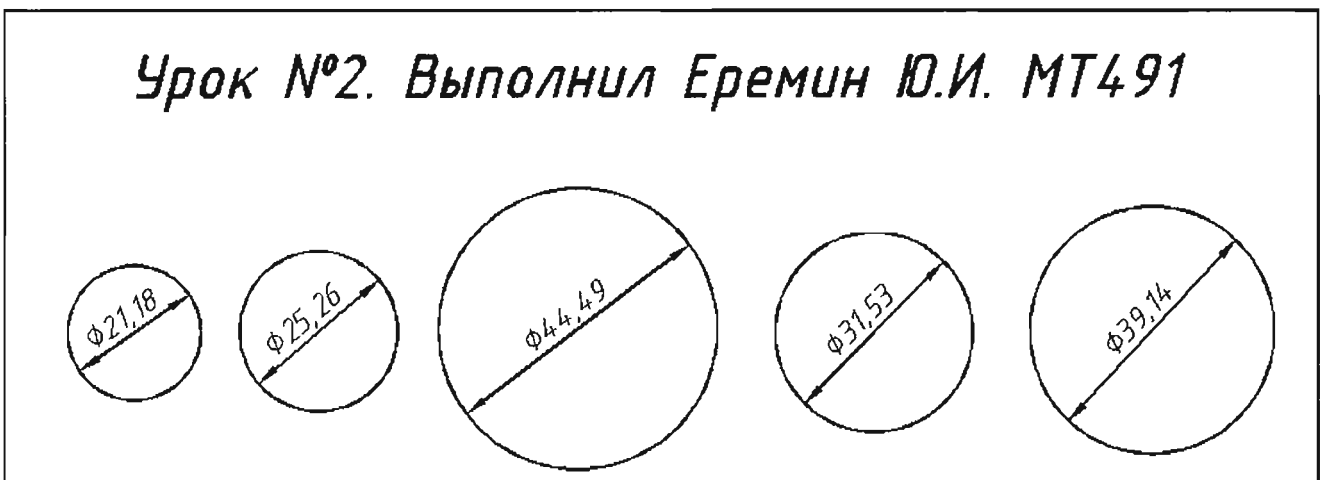

Рис. 3.1. Окружности, заданные диаметрами
3.2.1. Начертить пять окружностей, заданных размеров. Создать размерный стиль. Проставить размеры в строгом соответствии (по форме и размерам) с примерами (рис. 3.1 и 3.3).
Координаты центров приведены для того, чтобы окружности не пересекались друг друга и не выходили за габаритный прямоугольник (см. рис. 3.1).
Построив окружности в соответствии с заданием (см. рис. 3.1), перейдите к простановке размеров их диаметров. Перед простановкой размеров, следует настроить *размерный стиль*.